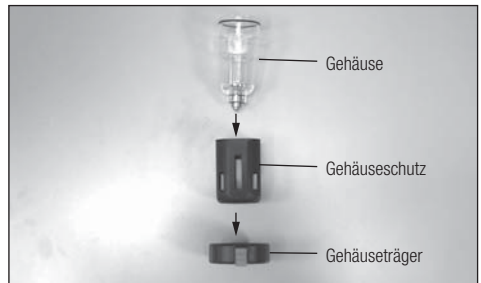

Abb. 32
- 7) Gehäuseschutz in Gehäuseträger setzen und dann Gehäuse in den Schutz setzen (Abb. 32).